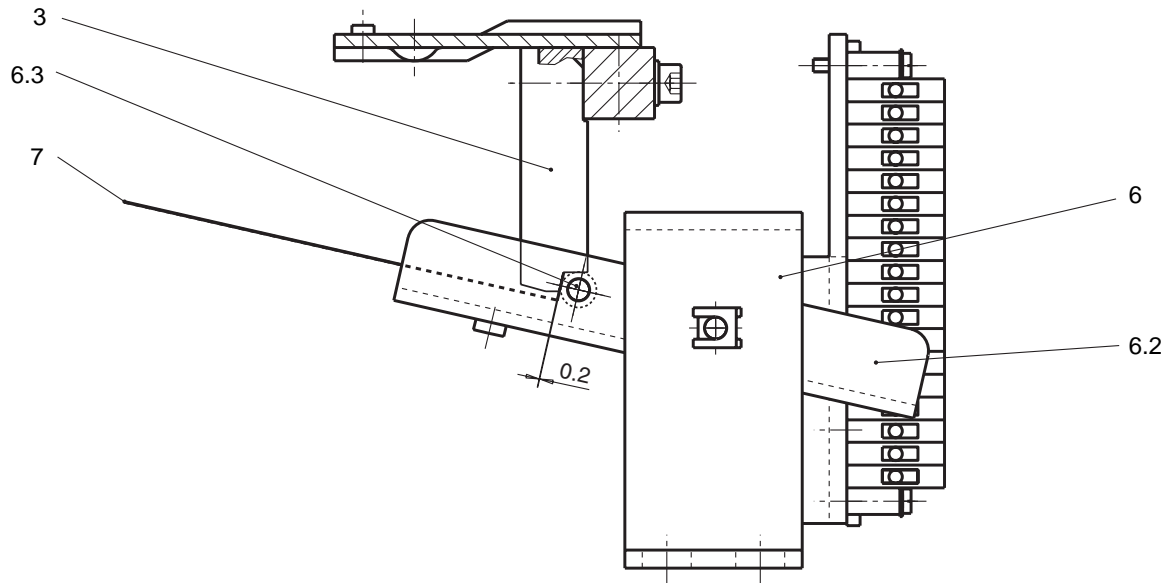

Fig. 3
8. Einstellblech (0,2 mm) (7) zwischen Klinke (3) und Verklingsbolzen (6.3) legen (Fig. 3)
8. Put adjusting plate (0.2 mm) (7) between latch (3) and latching bolt (6.3) (Fig. 3)